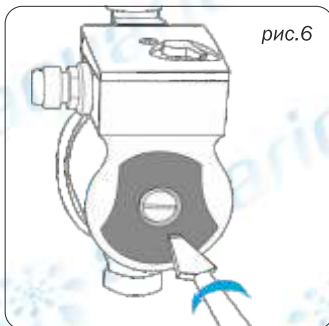

рис.6
- выкрутить сливной винт (рис.6);